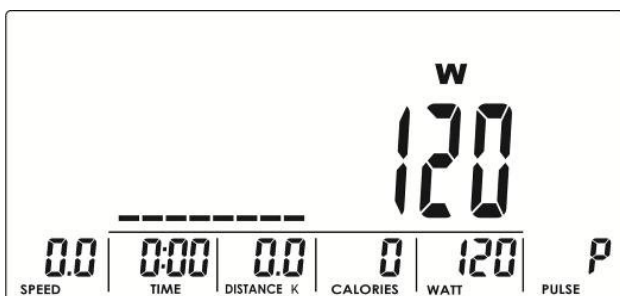

Fig. 15
2. Indtast mål wattværdi (standardværdi: 120, fig. 15) med UP- eller DOWN-knapperne.